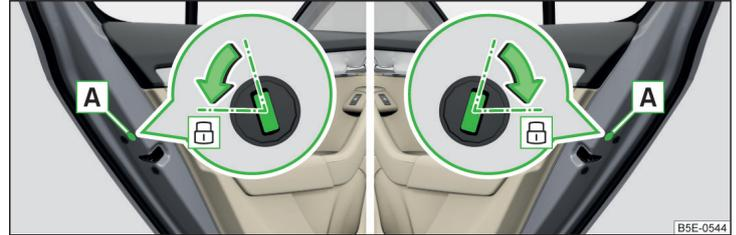

Abb. 226 Notverriegelung: Tür hinten links/rechts
- › Die Blende **A** abbauen » Abb. 226.